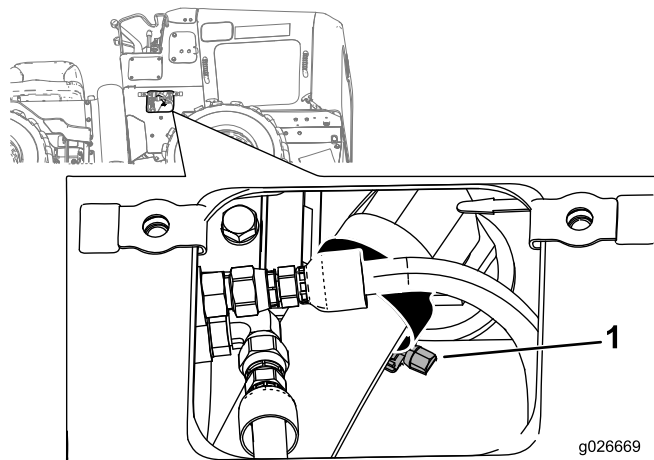

Рисунок 45
5. Снимите нижнюю правую боковую плоскую крышку и ослабьте шланговый хомут, с помощью которого шланг всасывания крепится к гидравлическому баку (Рисунок 45).